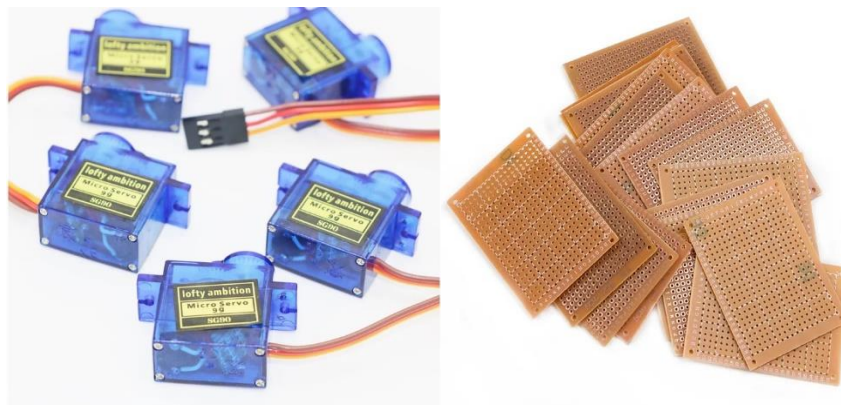

Рисунок 13 – Печатная плата и сервоприводы
- Сборка и пайка печатной или макетной платы (рисунок 13) с микроконтроллером, датчиками, сервоприводами, полный перечень которых указан в Приложении №6